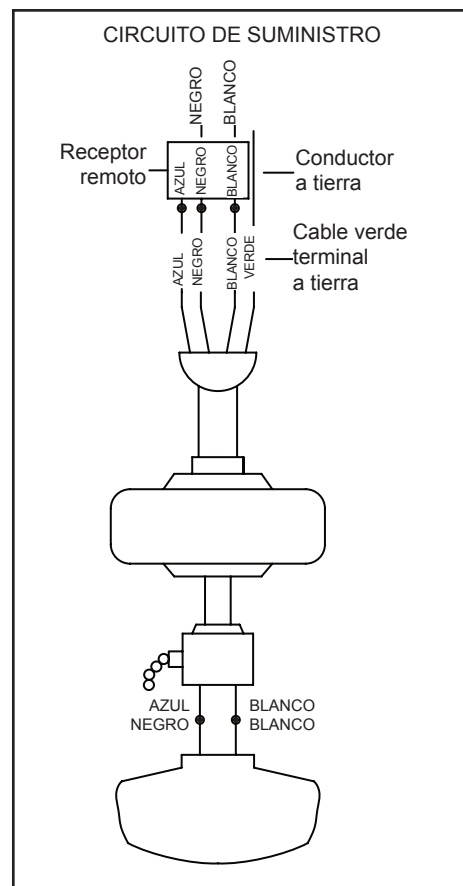

Figura 11
Sigue estos pasos para conectar tu ventilador al circuito de tu hogar. Usa las tuercas de conexión de cable incluidas con el ventilador y el control remoto. Asegura los conectores con cinta aislante. Asegúrate de que no haya conexiones ni cables sueltos. (Figura 11)
1. Conecta el conductor a tierra del cable de 120 V (puede ser un cable desnudo o un cable con aislante verde) al (los) cable(s) terminal(es) a tierra verde(s) del ventilador. (Figura 11)
2. Conecta el cable blanco del motor del ventilador al cable blanco del receptor usando una tuerca de cable. (Figura 11)
3. Conecta el cable negro del motor del ventilador al cable negro del receptor usando una tuerca de cable. (Figura 11)
4. Conecta el cable azul del motor del ventilador al cable azul del receptor usando una tuerca de cable. (Figura 11)
5. Conecta el cable negro del receptor al cable negro de suministro de energía (positivo) usando una tuerca de cable. (Figura 11)
6. Conecta el cable blanco del receptor al cable blanco de energía (neutro) usando una tuerca de cable. (Figura 11)